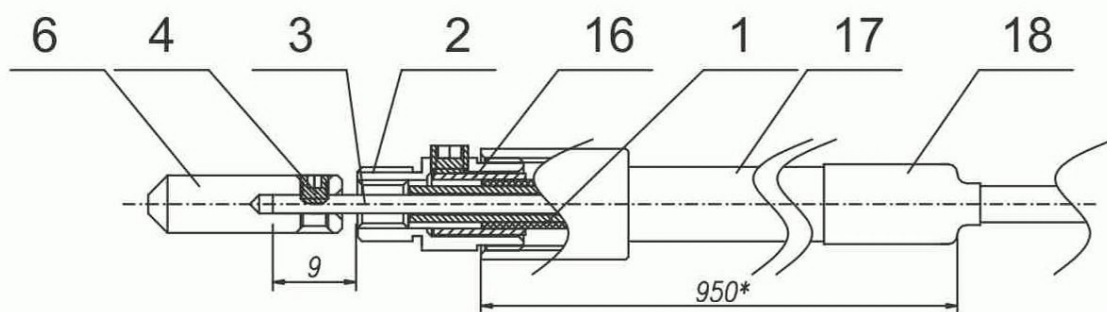

рис. 8
8. Проложить трубку приводного троса скрытно, таким образом, чтобы с наружной стороны автомобиля было невозможно ее устранение или повреждение. Если это условие невозможно выполнить, необходимо воспользоваться защитным кожухом трубки (см. рис.8).
10. Проложить трубку приводного троса скрытно, таким образом, чтобы с наружной стороны автомобиля было невозможно ее устранение или повреждение. Если это условие невозможно выполнить, то необходимо воспользоваться защитным кожухом трубки (см. рис.8).